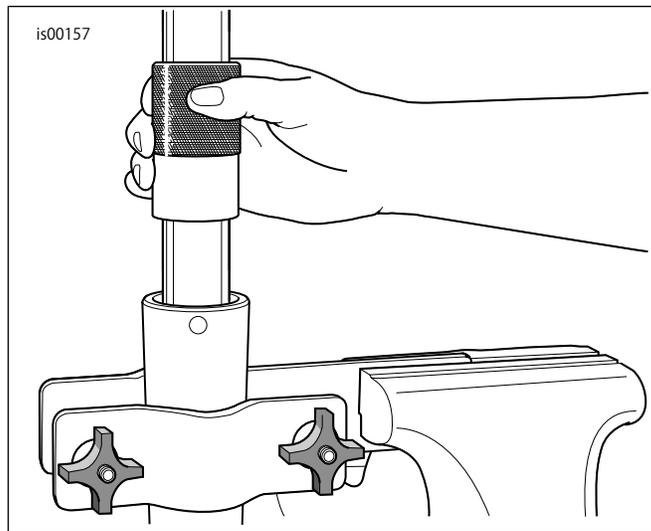

図4. フォークオイルシールの取り付け
8. 「図4」を参照。フォークシール/ブッシングツール(HD-45305)を用意し、次の手順を実行します。
- b. 「図4」を参照。スライドハンマー等のツールを使用し、固定クリップの溝がフォークスライダ内径に見えるまで、フォークオイルシール(スペーサーシールとスライダブッシング装着状態)をフォークチューブ下方に押し込みます。